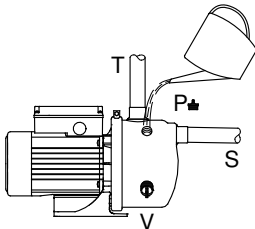

Abb. 5 Auffüllen der Pumpe mit Wasser
Zur Montage des Ejektorventils den Entleerungsstopfen (V), siehe Abb. 5, entfernen und das Ejektorventil in die Öffnung einschrauben.
1. Den Stopfen (P) herausschrauben. Siehe Abb. 5.